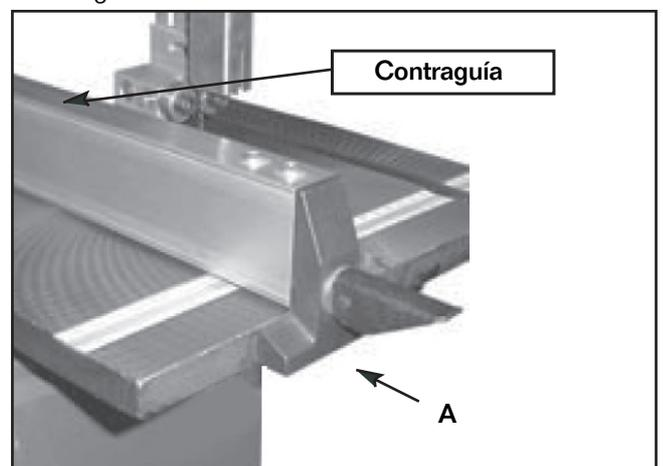

Figura 17
1. Eleve el brazo de seguridad a una posición horizontal (Vea Figura 17), y coloque la contra guía arriba de la mesa de la sierra de banda.